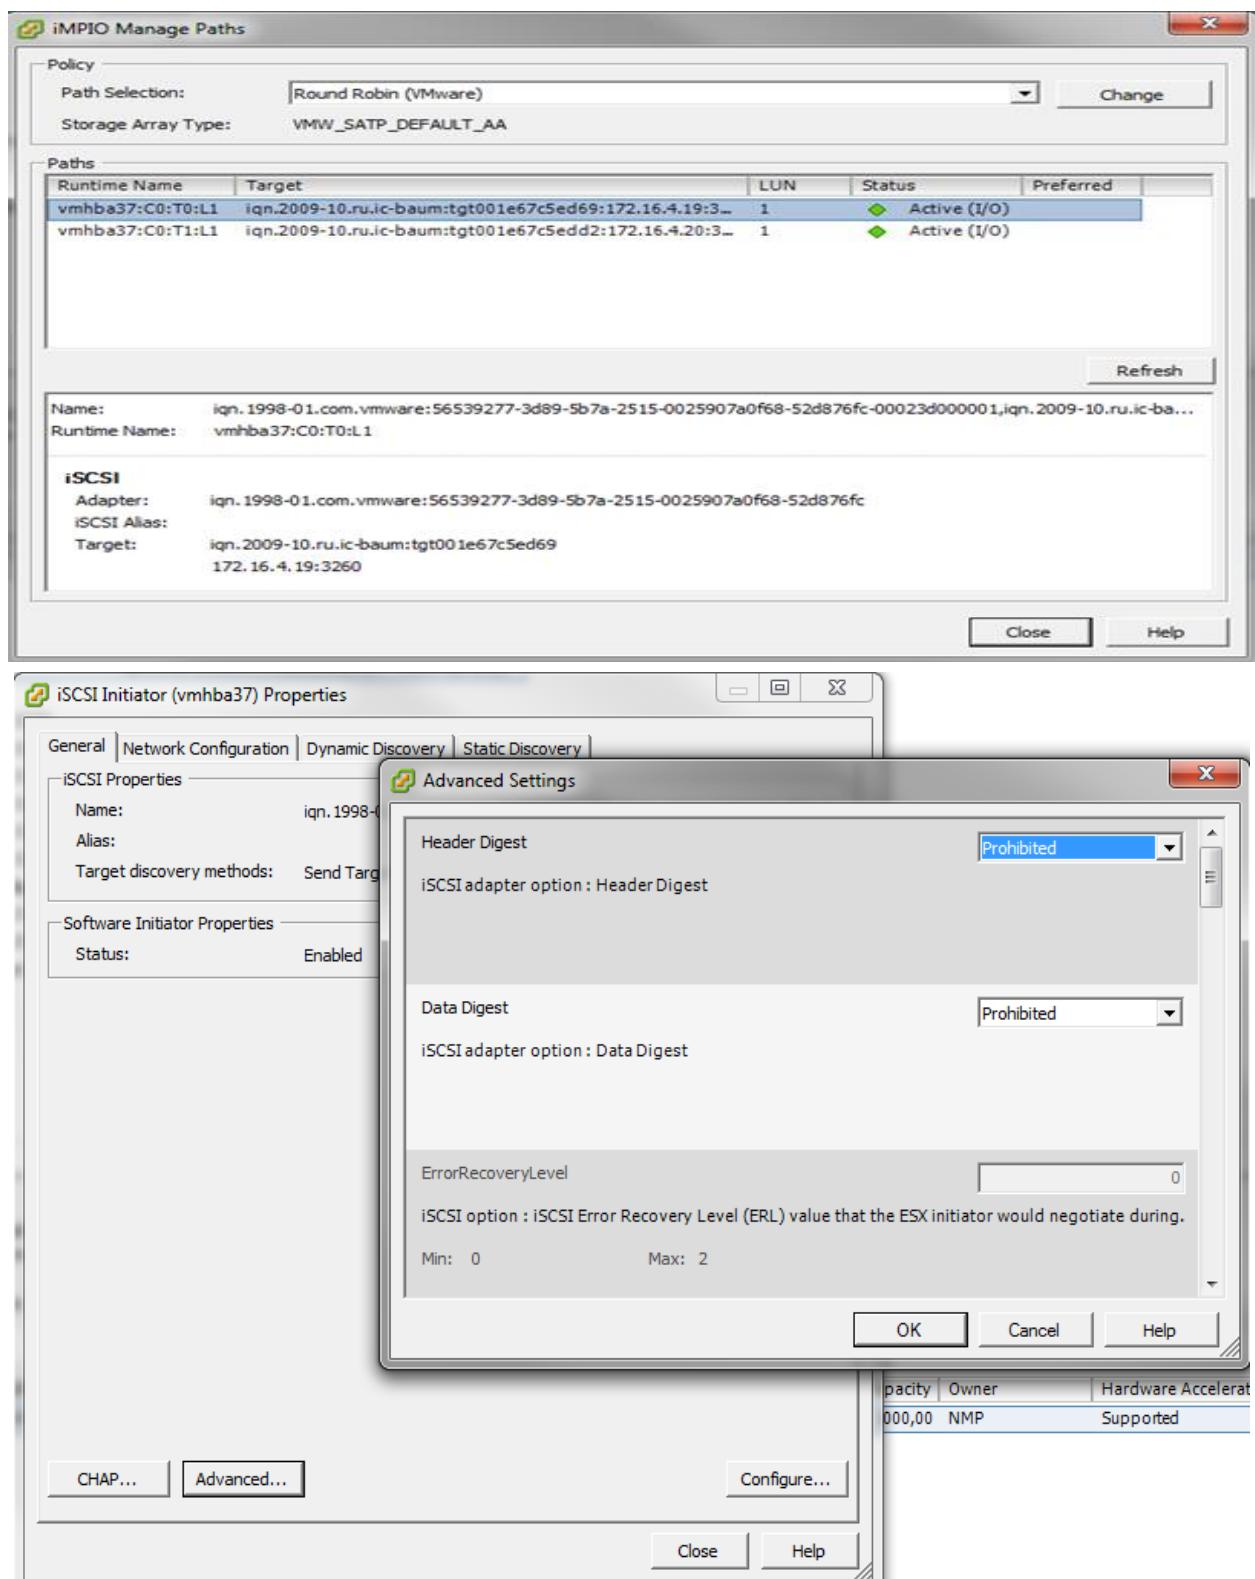

Рисунок 116 – Настройка MPIO
2) Выполнить настройку MPIO (см. Рисунок 116).